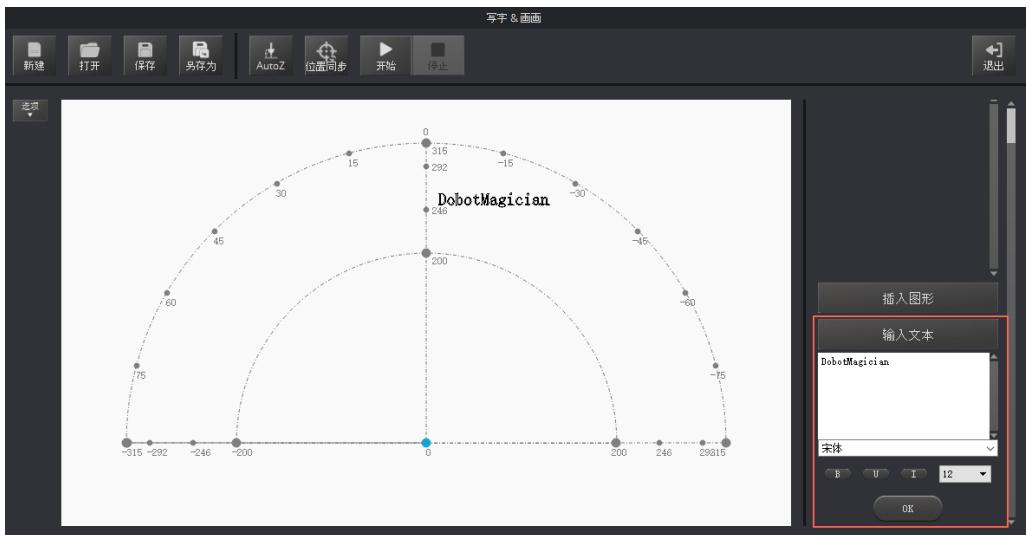

图 5.48 输入文本
- 在“写字 & 画画”页面右下方的“输入文本”区域手动输入文字，并设置文字样式，然后单击“OK”。如图 5.48 所示。